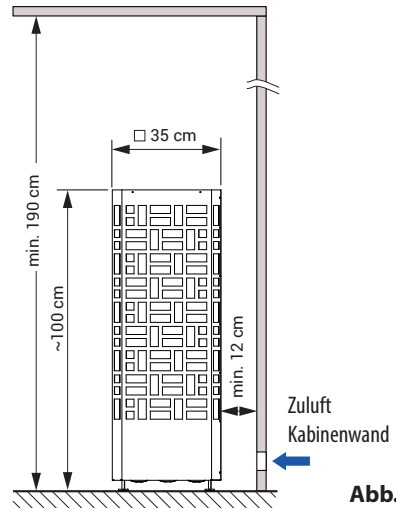

Abb. 1
- Bei der Montage des Saunaofens ist darauf zu achten, dass der waagrechte (seitliche) Abstand zwischen Ofen und Kabinenwand mindestens 12 cm beträgt (Abb. 1).